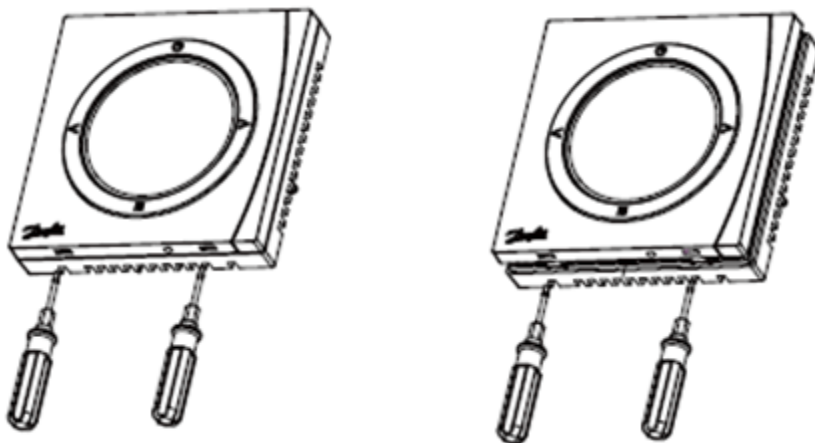

Рис. 6. Освобождение от защёлок и снятие крышки EStemp™ Next Plus.
1. Аккуратно снимите рамку передней панели, воспользовавшись двумя отвёртками с плоскими шлицами (см. Рис. 6):